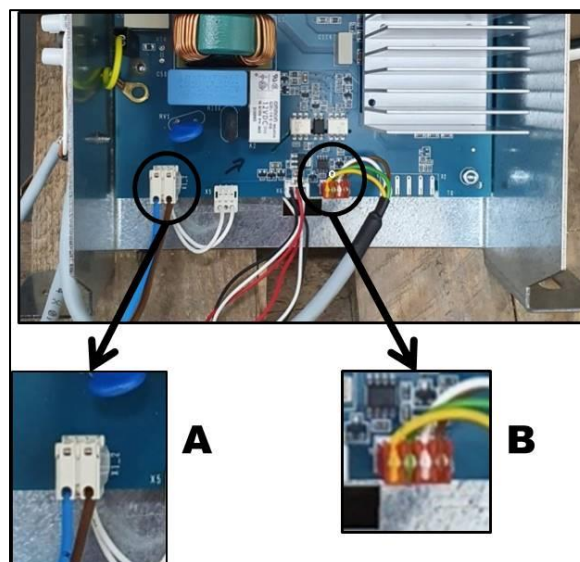

Fig.2.7
15. Branchez le câble d'alimentation **A** et le câble de communication **B** (Fig. 2.7).